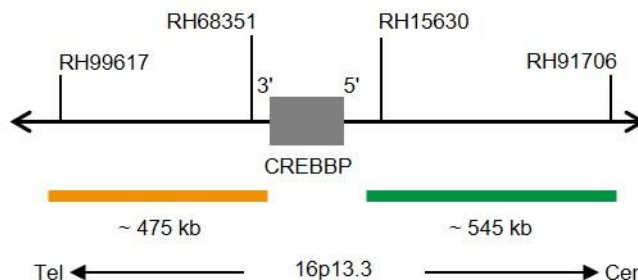

Fig. 1 : Carte de la sonde SPEC CREBBP (pas à l'échelle)
- Polynucléotides marqués au ZyGreen (excitation 503 nm/émission 528 nm) (~10 ng/μl), qui ciblent une séquence de 16p13.3\* (chr16:3,978,217-4,521,684) proximale de la région des points de rupture de CREBBP (voir figure 1).
- Polynucléotides marqués au ZyOrange (excitation 547 nm/émission 572 nm) (~4,5 ng/μl), qui ciblent une séquence de 16p13.3\* (chr16:3,287,067-3,762,188) distale de la région des points de rupture de CREBBP (voir figure 1).